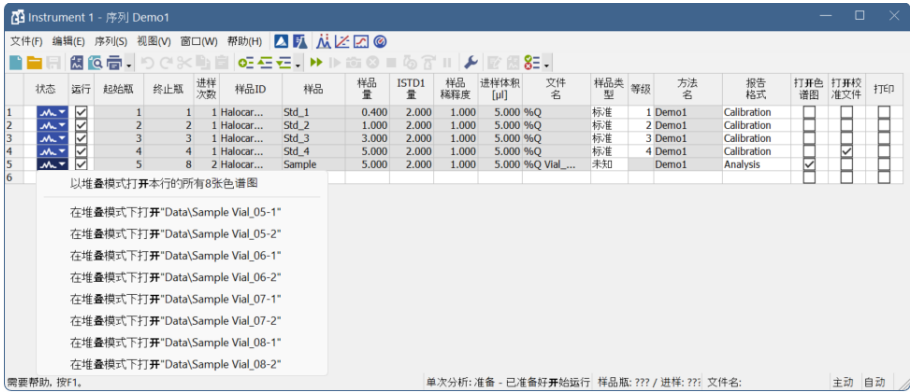

图16: 重叠模式下打开色谱图
- 已经完成运行的行的状态将从绿色字段()更改为带有小色谱图的图标()。运行过程中,图标是橙色的。如果从这一行得到色谱图,则图标中将出现一个小三角形。鼠标左键点击三角形将会显示打开色谱图的选项。您可以点击色谱图的名称去打开色谱图或选择所需要重叠的色谱图来打开这些色谱图,如图所示第**26**页第**图16**。